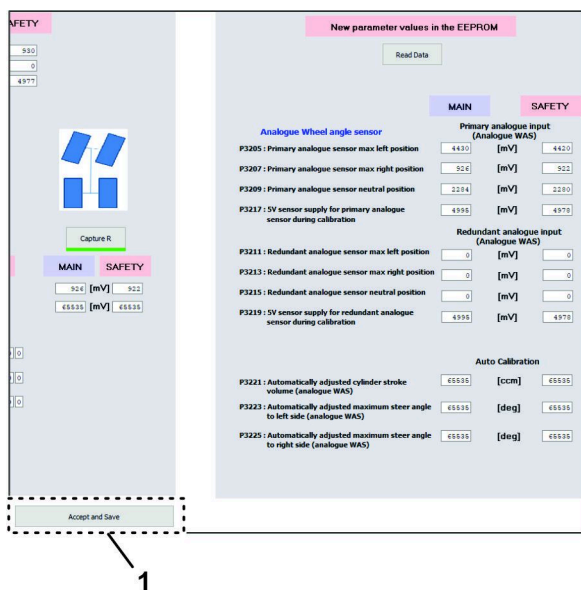

Figura 151
9. Clique no ícone ACCEPT AND SAVE (Figura 151).